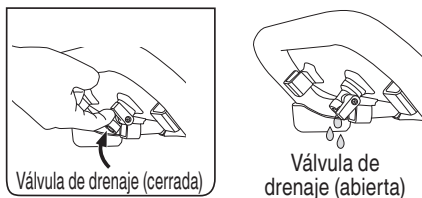

Fig. 15
**Para vaciar el tanque: (Fig. 15)**
- Abra la válvula de drenaje situada en la parte inferior del tanque (Fig. 15). La presión del tanque debe estar por debajo de 10 psi cuando se drene el tanque.